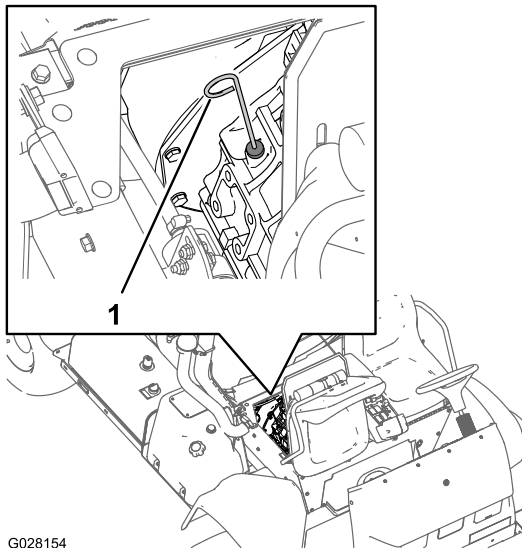

Figura 69
2. Retire a vareta, situada debaixo do banco do passageiro e limpe-a com um pano limpo (Figura 69).
6. Retire a vareta e verifique o nível de óleo no motor (Figura 69).
7. Adicione devagar o óleo especificado para elevar o nível até à marca CHEIO da vareta (Figura 69).